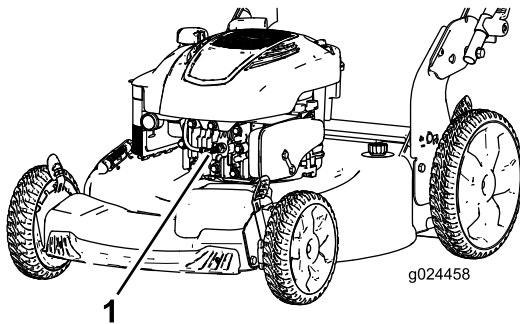

Figure 20
2. Débranchez le fil de la bougie (Figure 20) avant de procéder à un quelconque entretien.